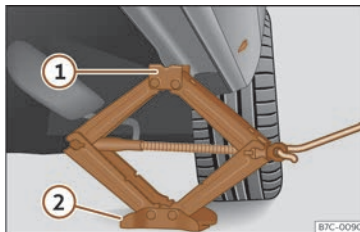

Fig. 40 Bas de caisse : placement du cric du véhicule.
- Tournez la manivelle du cric, placé sous le point d'appui du bas de caisse, pour le lever jusqu'à ce que l'ergot ①» fig. 40 se trouve sous le logement en plastique prévu à cet effet.
- Alignez le cric de sorte que l'ergot ① « s'encastre » dans le logement en plastique prévu à cet effet sur le bas de caisse et que la plaque de base mobile ② repose sur le sol. La plaque de base ② doit tomber à la verticale par rapport au point d'appui ①.